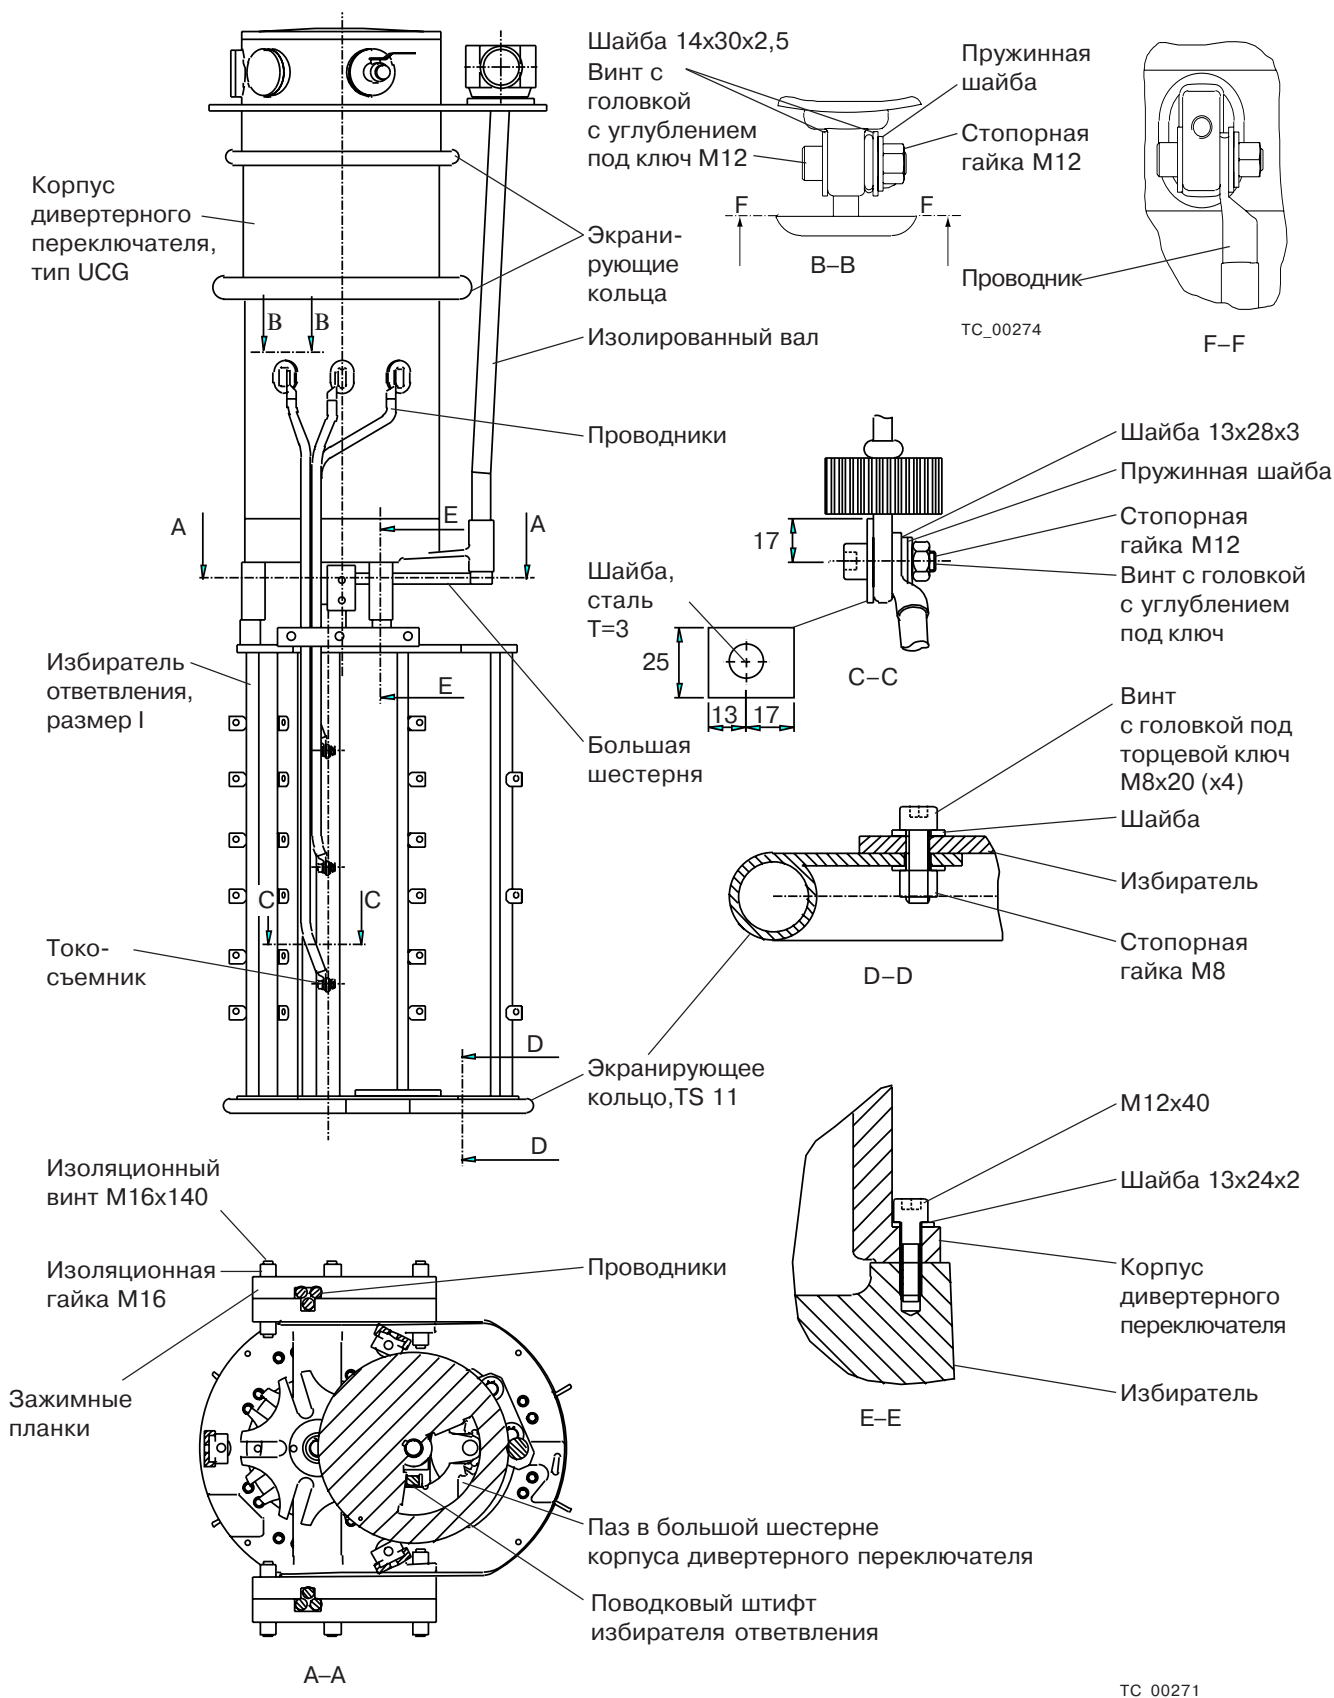

Рис. 6. Избиратель отвлечения, размер I, и дивертерный переключатель типа UCG
5. Поднимите корпус дивертерного переключателя на избиратель ответвления; поводковый штифт избирателя ответвления должен войти в паз большой шестерни, см. Рис. 6 и 7, вид А–А.
10. Подсоедините поставленные проводники между корпусом дивертерного переключателя и избирателем, см. Рис. 6 и 7. Концы проводников и места их соединения имеют одинаковые маркировки. Убедитесь, что асимметричные стальные шайбы на контактах избирателя, размер I, установлены, как показано на Рис. 6, вид С–С. Закрепите проводники планками, см. Рис. 6, А–А. Количество проводников различается в зависимости от типа соединения.
12. Дивертерный переключатель UCG с избирателем ответвления I: Если выдерживаемое импульсное напряжение на землю превышает 380 кВ, установите поставленное экранирующее кольцо (TS 11) на нижней пластине избирателя ответвления, см. Рис. 6, вид D–D.